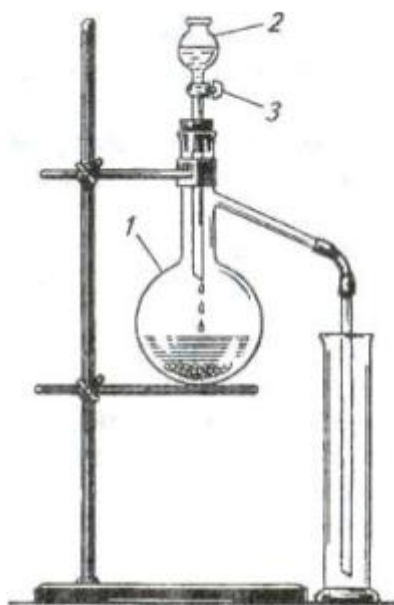

Рис. 19. Прибор для получения газа:
В тех случаях, когда используется взаимодействие твердого вещества с жидкостью (раствором) или двух жидкостей (растворов), например при получении хлора, хлороводорода, оксидов азота, оксида серы (IV), целесообразно проводить реакцию в приборе, состоящем из колбы Вюрца (колбы с боковым отростком) и капельной воронки (рис. 19).